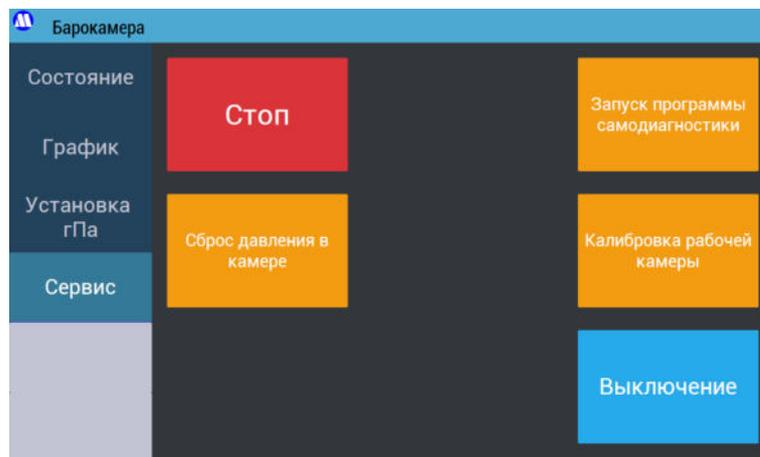

Рисунок 13 – Экран «Сервис».
7.2.6. Выключение контроллера также может быть произведено нажатием кнопки «Выключение» в меню «Сервис» (см. Рисунок 13).
7.3.3. В некоторых режимах работы установки часть функций интерфейса может быть заблокирована (см. Рисунок 6). Для снятия блокировки требуется остановить исполнение программы нажатием кнопки «СТОП» в вертикальном меню слева (остановка происходит в текущей программе без ее прерывания), либо в меню «Сервис» (см. Рисунок 13) (запускает новую программу остановки).
7.3.11. На экране «Сервис» (Рисунок 13) имеются 5 кнопок, имеющих следующее назначение: